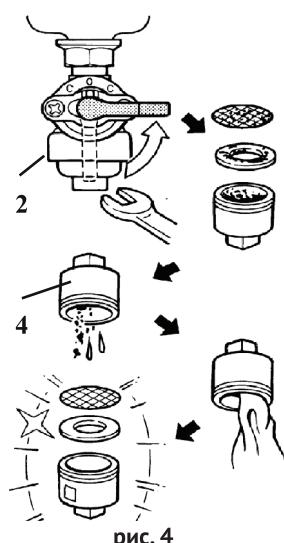
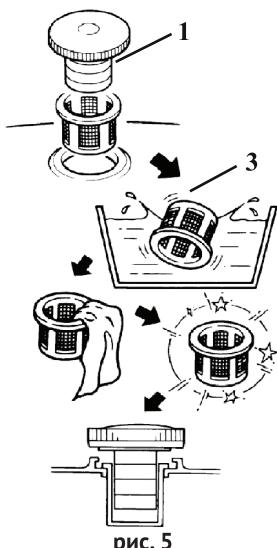

рис. 4
рис. 5
6.4.1 Снимите крышку топливного бака 1 (рис. 5) и колпачок крана подачи топлива 2 (рис. 4), стараясь не повредить уплотнения.
6.4.2 Удалите загрязнения с фильтров 3 и 4 (рис. 4, 5) промыванием в лёгком растворителе (типа № 646, Уайт-Спирит) и продувкой. Высушите фильтры и установите их на место.
6.5.2 Удалите или полностью выработайте имеющуюся в баке топливную смесь. Слив производите, сняв колпачок 2 (рис. 4) крана подачи топлива.